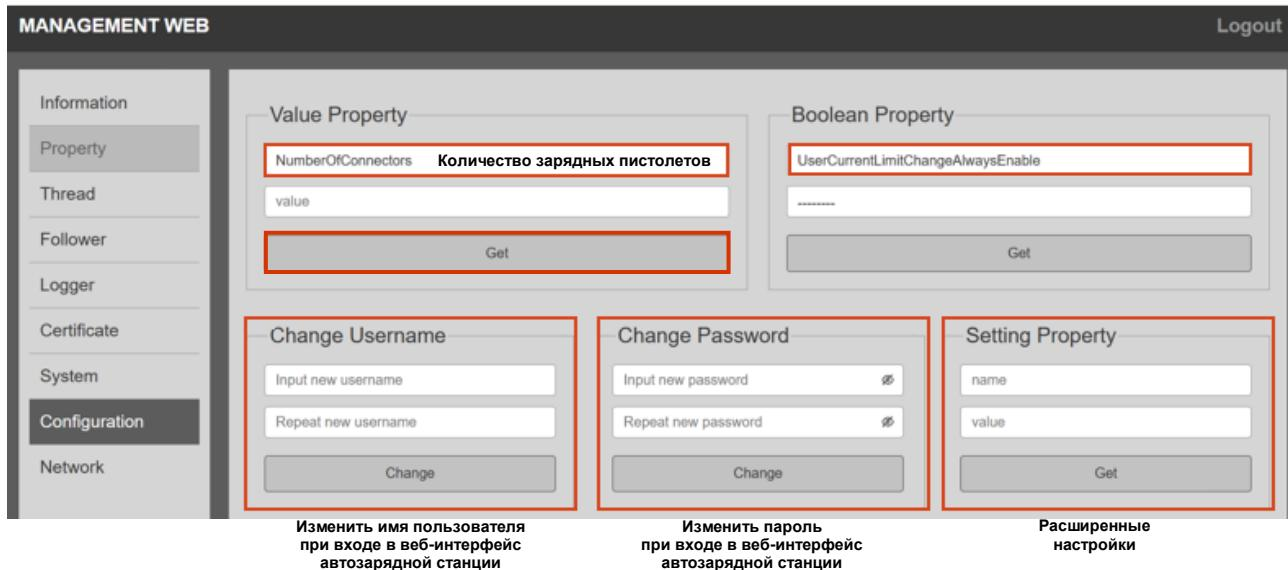

Рисунок 22. Вкладка Configuration (Настройка).
**Шаг 2.** Для выбранного параметра введите требуемое значение в поле для ввода и нажмите **Get** (Установить), чтобы изменения вступили в силу, см. Рисунок 22.